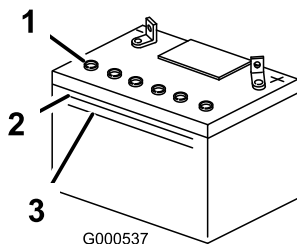

Bild 40
1. Sehen Sie sich die Seite der Batterie an. Der Füllstand muss bis zur **oberen** Linie reichen (Bild 40). Der Säurestand darf nicht unter die untere Linie (Bild 40).
3. Entfernen Sie die Entlüftungsdeckel von der Batterie (Bild 40).
4. Gießen Sie langsam destilliertes Wasser in jede Batteriezelle, bis der Säurestand die obere Linie (Bild 40) am Batteriegehäuse erreicht.
5. Warten Sie nach dem Füllen der Batteriezellen 5 bis 10 Minuten. Gießen Sie bei Bedarf destilliertes Wasser in jede Batteriezelle, bis der Säurestand die obere Linie (Bild 40) am Batteriegehäuse erreicht.